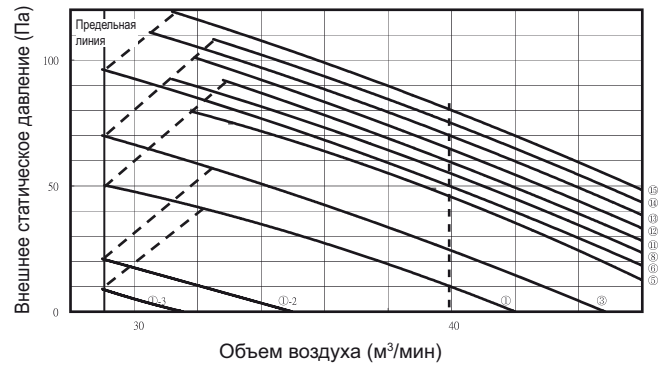

Рис.3-18
- (2) Если установки выполнены правильно, проверка работы будет завершена приблизительно через три минуты. Если установки находятся за пределами диапазона, они будут изменены (макс. 30 мин.). Если эта операция не будет завершена в течение 31 минуты, проверьте, установлена ли скорость в положение "Н".
- (3) См. Таблицу 3-4 и Рис. 3-18 для получения подробной информации о соотношении между значением кода элемента “b0” и внешним статическим давлением.
- (4) При установке с использованием группового управления (соединения нескольких внутренних блоков с одним проводным пультом дистанционного управления), установите код элемента “b0” для каждого внутреннего блока. При изменении установки после выбора варианта [b. Ручная установка] (из-за изменения пути воздушного потока и т.п.), необходимо отменить выбор варианта [b. Ручная установка] (отсоединить закороченный разъем). Если не отменить вариант [b. Ручная установка], в случае выбора будет активирован вариант [c. Ручная установка] и [d. Автоматическая установка объема воздушного потока], однако вариант [b. Ручная установка] будет иметь приоритет при включении питания после выключения и т.п.
- (5) Если операция не будет завершена в течение 8 минут, проверьте режим работы, скорость воздуха и температуру на входе воздуха.
- (6) При установке с использованием группового управления (соединения нескольких внутренних блоков с одним проводным пультом дистанционного управления), индикация тестового пуска исчезнет после завершения проверки работы установки внешнего статического давления или операции автоматического управления объемом воздушного потока на главном блоке. Принятие решений после завершения операции на подчиненном блоке невозможно. Индикация тестового пуска исчезнет через один час, даже если проверка установки текущего внешнего статического давления или операция автоматического управления объемом воздушного потока не была завершена.
- Обязательно убедитесь, что внешнее статическое давление находится в пределах диапазона использования, а затем выполните установку. невыполнение этого требования может привести к недостаточному воздушному потоку или утечкам воды. См. Рис. 3-18 для получения информации о диапазоне установки внешнего статического давления.
См. таблицу 3-4 и Рис. 3-18 и выберите значение от "0001" до "0015".